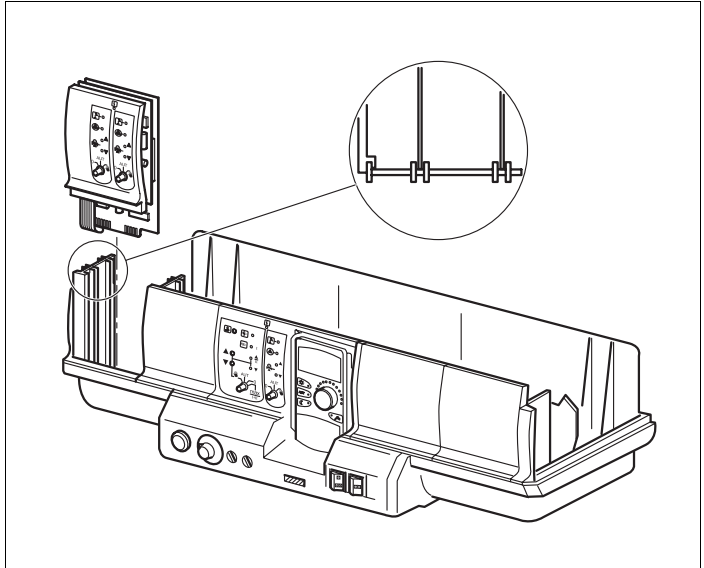

Bild 20 Modul Ein- und Ausbau
- Blindplatte von Steckplatz 1 (→ Bild 20) im Regelgerät entfernen.
- Neues Modul durch Drücken auf die Fühlerleiste in den freien Steckplatz von oben einschieben (→ Bild 20), bis es merklich einrastet.
- Neues Modul durch Drücken auf die Fühlerleiste in den freien Steckplatz von oben einschieben (→ Bild 20, Seite 35), bis es merklich einrastet.